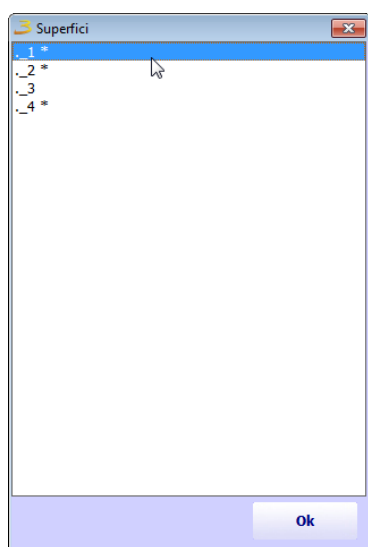

Figura 3.24: Selezione una delle superficie della parete.
- ◆ Superfici: consente di modificare una superficie alla volta dopo averla selezionata, figura 3.24;